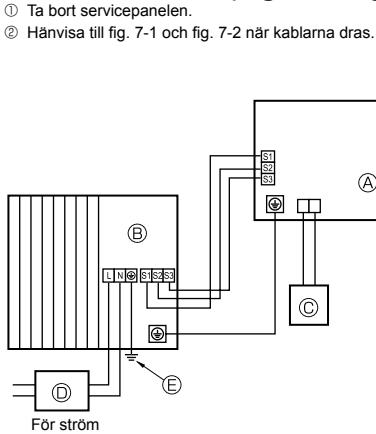
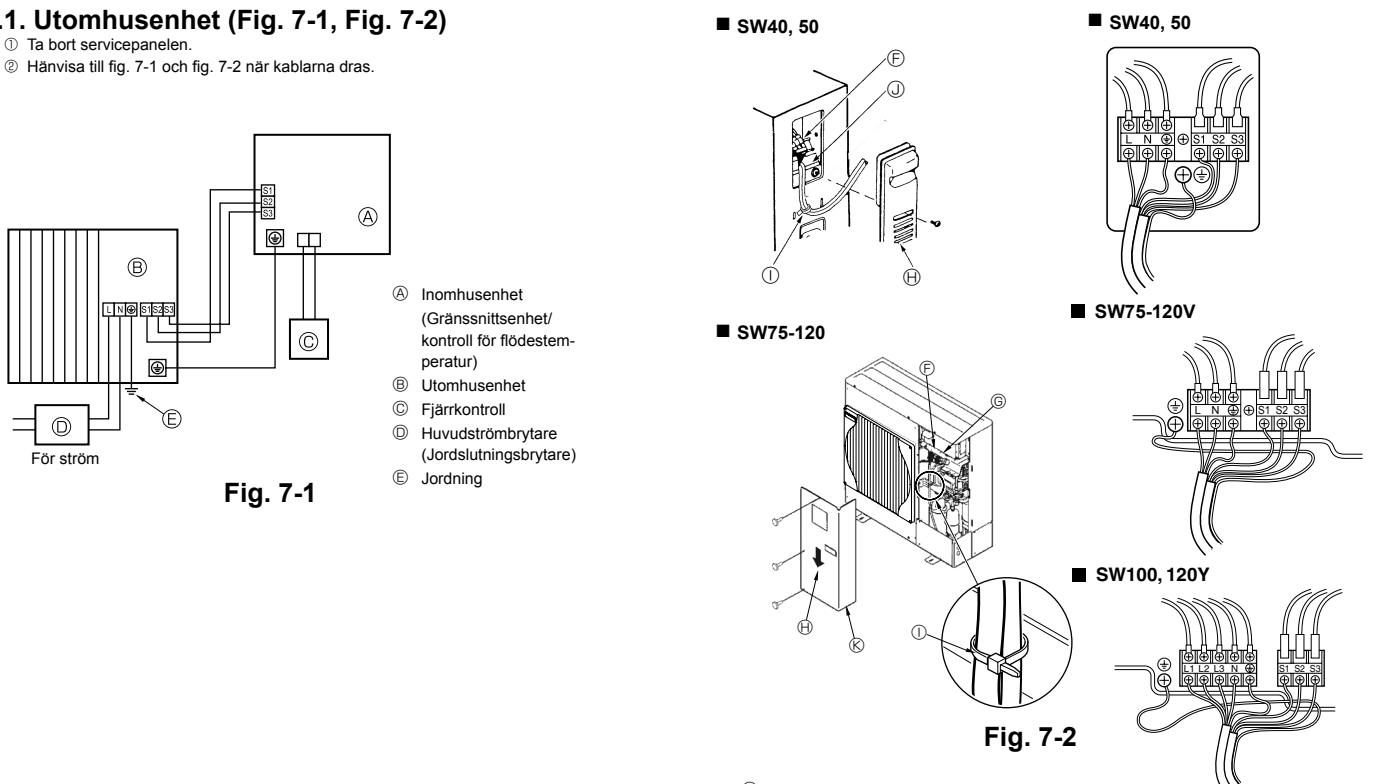

Fig. 7-1
Fig. 7-2
7.1. Utomhusenhet (Fig. 7-1, Fig. 7-2)